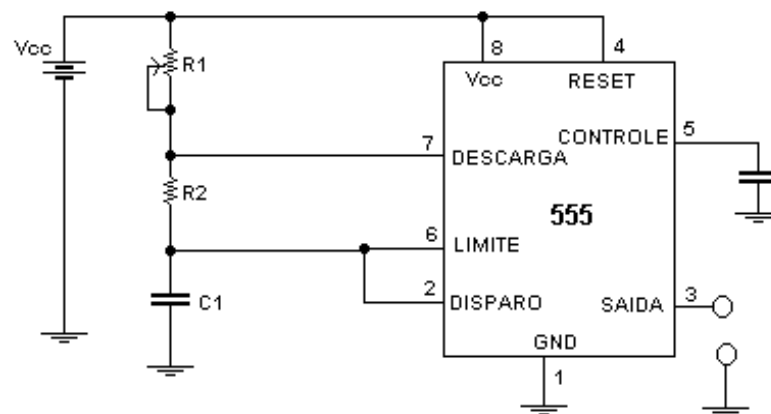

Figura 35
12.4 – Monte o circuito da figura 35: